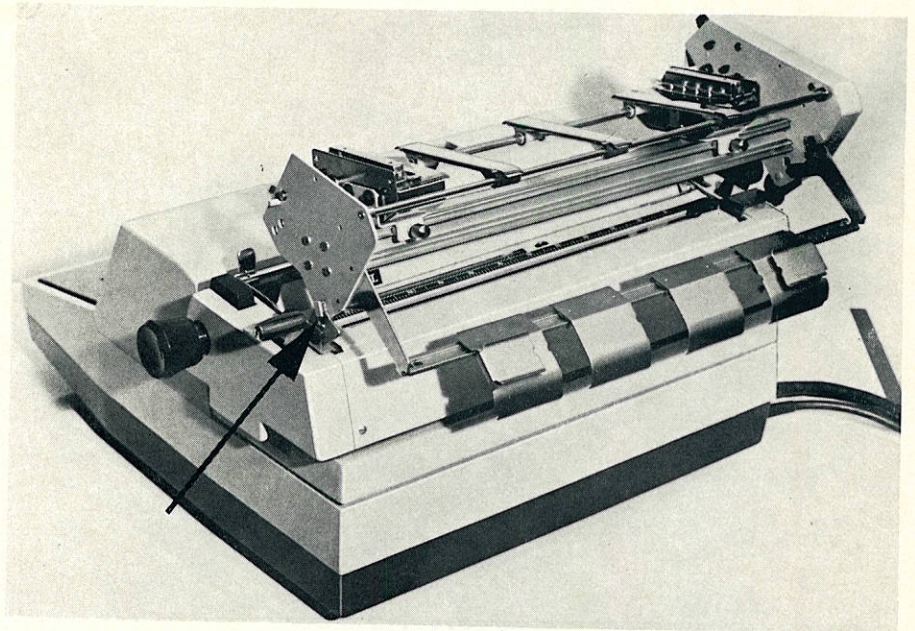

Abb. 2
- Das Aufsetzen der EFS-Einrichtung auf den Schreibwagen geschieht durch Einhängen der hierfür seitlich angebrachten Lagerbolzen in die am Schreibwagen vorgesehenen Lagerplatten (siehe Abb. 2).